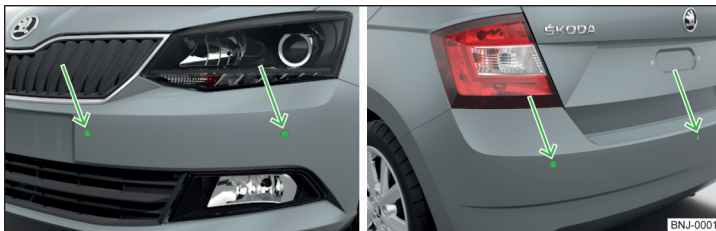

Bild 133 Sensorernas placering på vänster fordonssida: fram/bak
- Systemsensorerna » bild 133 på sidan 113 ska hållas rena och fria från snö och is och får inte täckas över med föremål, i annat fall kan systemfunktionen begränsas.
rade i den bakre resp. den främre stötfångaren » bild 133.